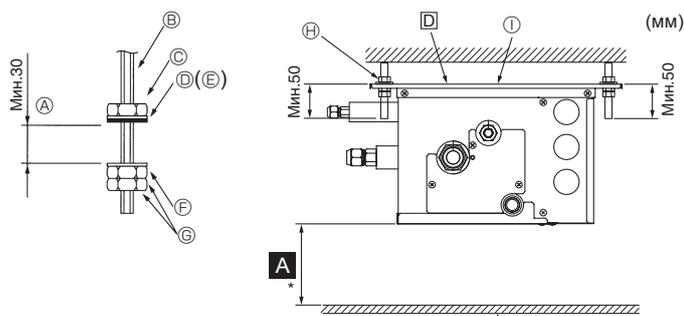

Fig. 6-1
- (2) Наденьте прокладки и гайки (1, 2, приобретаются на месте) на подвесные болты. (Fig. 6-1)
- (3) Повесьте прибор на подвесные болты.
- (4) Полностью затяните гайки (проверьте высоту потолка).
- (5) Воспользуйтесь уровнем для вертикальной регулировки ответвительной коробки.